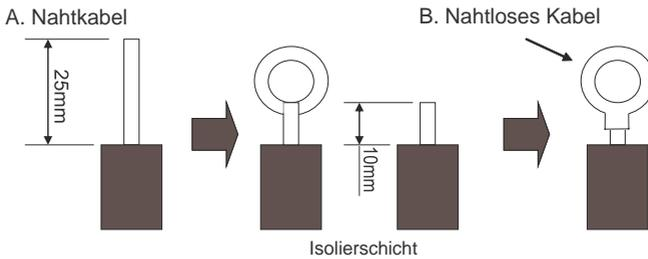

Abb. 29
#### (1). Für Kernkabel (Abb. 29)
- (2). Für den Kabelanschluß siehe Abb. 29.